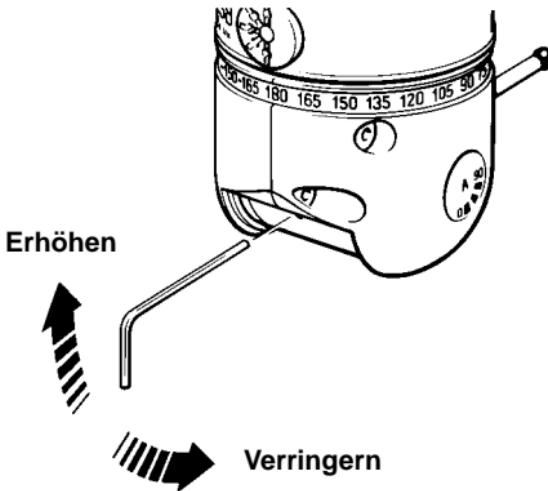

Abbildung 5 - Einstellung der Antastkraft
5.3 Einstellung der Antastkraft (Siehe Abbildung 5)